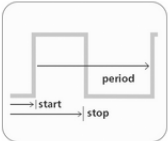

图 9-33 激励信号规则
- “Signal Stimulus (激励信号规则)”：如图 9-33 所示为该规则的设置示意图。激励信号的类型有 Constant Level (直流)、Single Pulse (单脉冲信号)、Periodic Pulse (周期性脉冲信号) 3 种。还可以设置激励信号初始电平（低电平或高电平）、开始时间、终止时间和周期等。